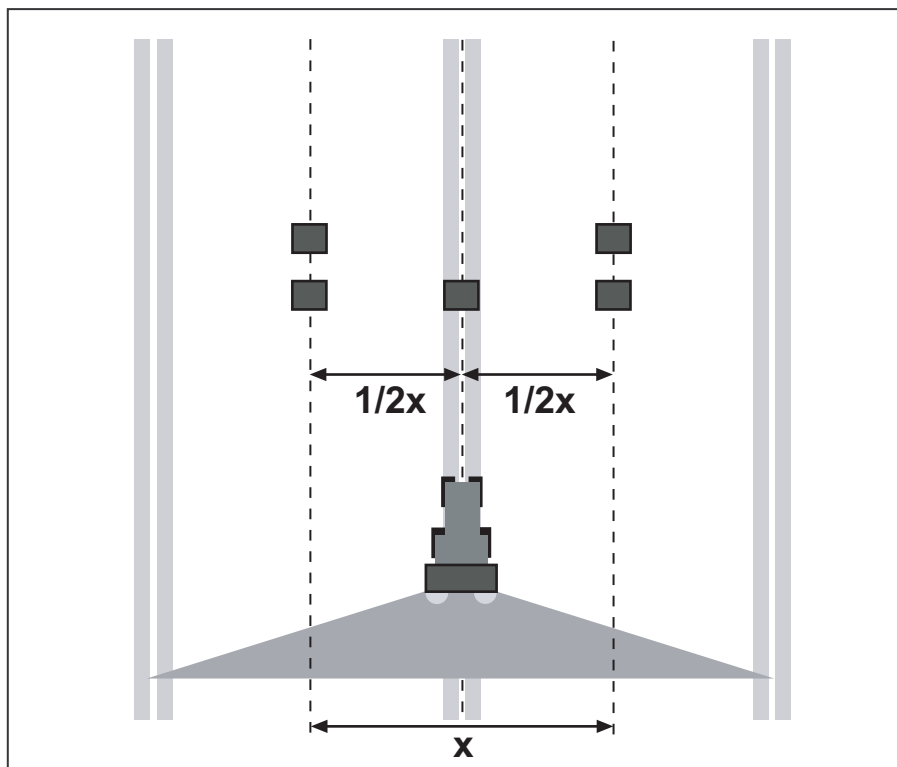

Imagen 7.23: Disposición para una pasada
- Colocar dos bandejas colectoras a una distancia de **1 m** una detrás de otra en las zonas de solapamiento (entre los carriles) y una bandeja colectoras en el carril (según imagen 7.23).